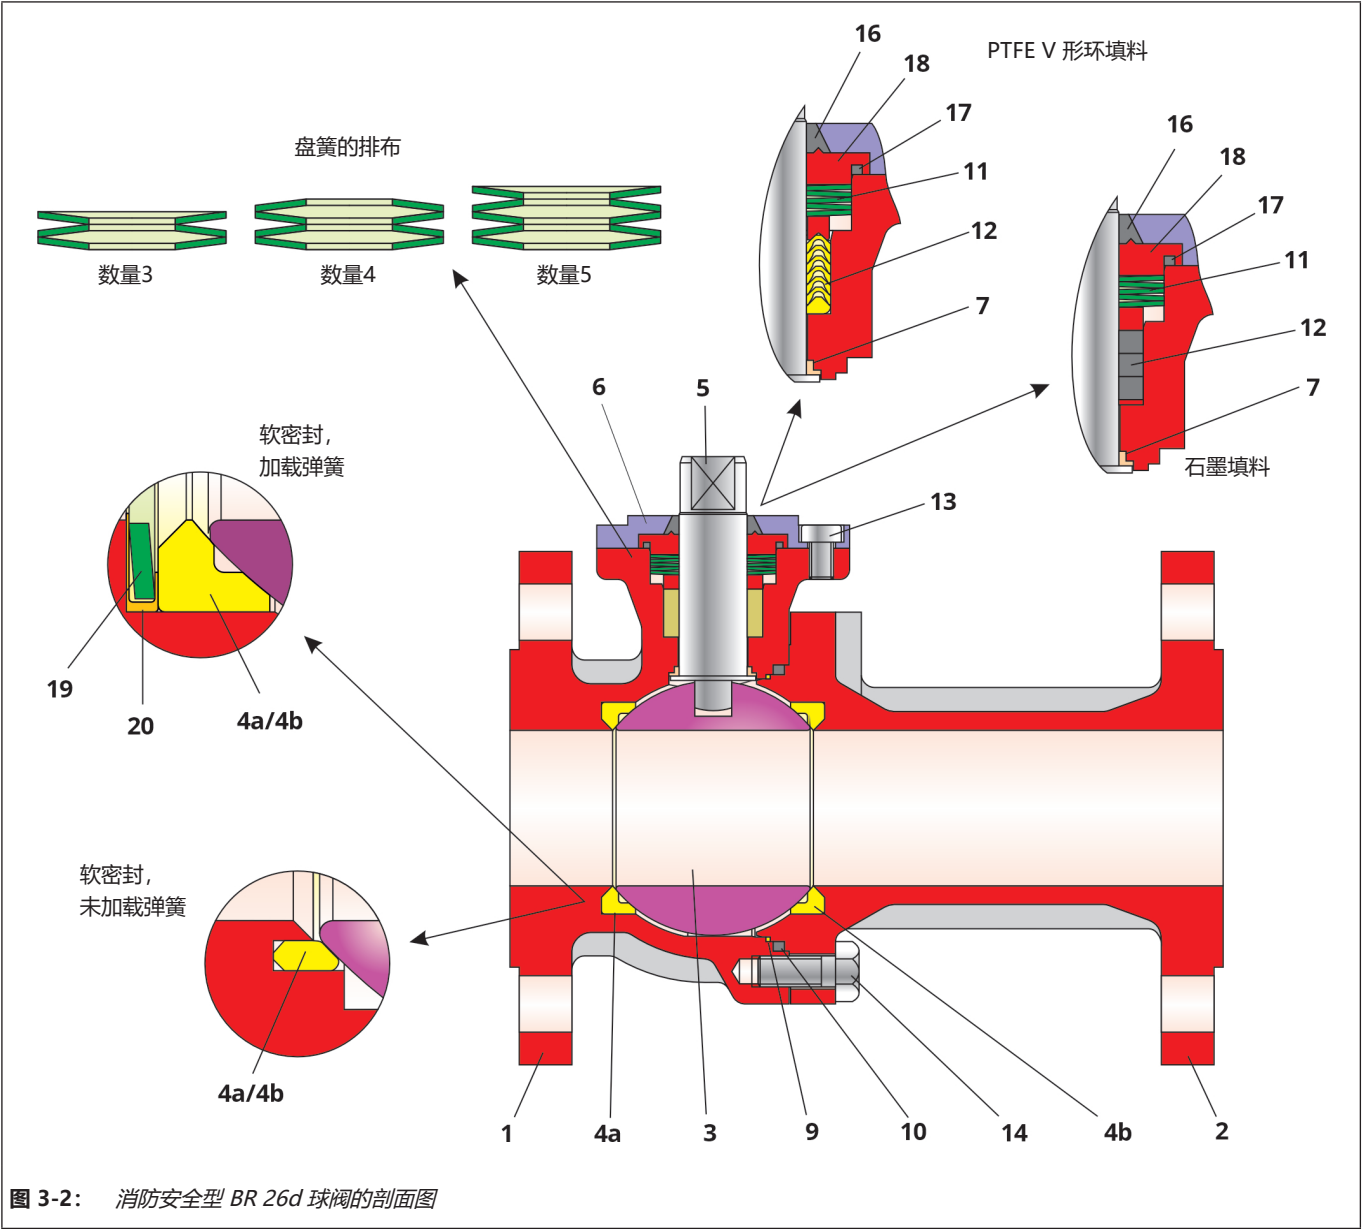

图 3-2： 消防安全型 BR 26d 球阀的剖面图
- ⇒ 以轻微旋转运动推动 V 形环填料 (12) 经过预组装控制轴 (5)，并将其插入主阀体 (1) 的填料空间。有关 V 形套筒的排布和数量，请参见图 3-2。
- ⇒ 将盘簧组 (11) 放在填料 (12) 上。有关盘簧的排布和数量，请参见图 3-2。
- ⇒ 以轻微旋转运动推动石墨填料 (12) 经过预组装控制轴 (5)，并将其插入主阀体 (1) 的填料空间，请参见图 3-2。